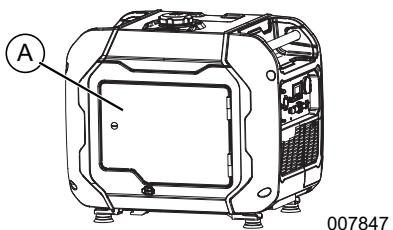

Figura 4-3. Extracción de la puerta de acceso
2. Consulte la **Figura 4-3**. Retire la puerta de acceso (A).